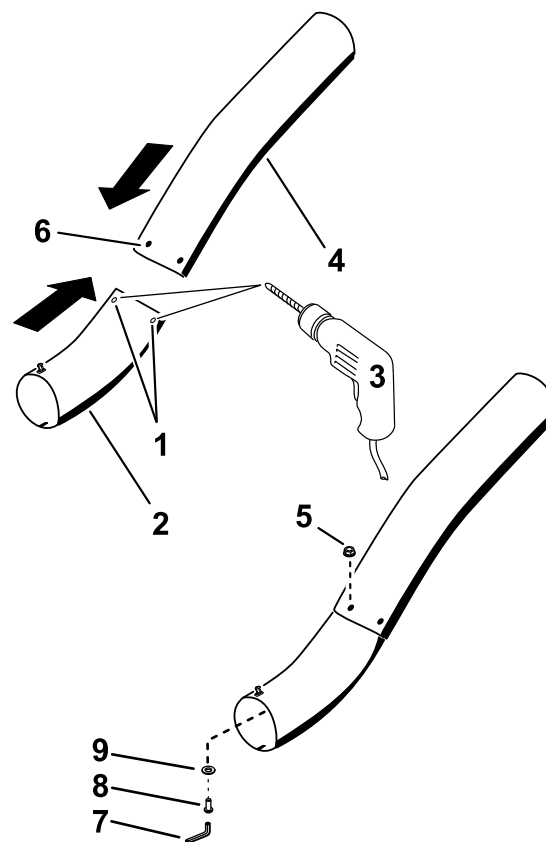

Figure 23
12. Servez-vous des trous existants sur le tube supérieur comme d'un gabarit pour percer 2 trous de 6,5 mm (1/4 po) de diamètre dans les creux du tube inférieur (Figure 23).
15. Montez les rondelles (1/4 po) sur les boulons (Figure 23).
16. À l'aide d'une clé hexagonale, montez les vis (1/4 x 3/4 po) et les rondelles (1/4 po) depuis l'intérieur du tube inférieur et à travers les trous existants sur le tube supérieur (Figure 23).
17. Fixez les tubes ensemble au moyen des écrous (1/4 po) (Figure 23).